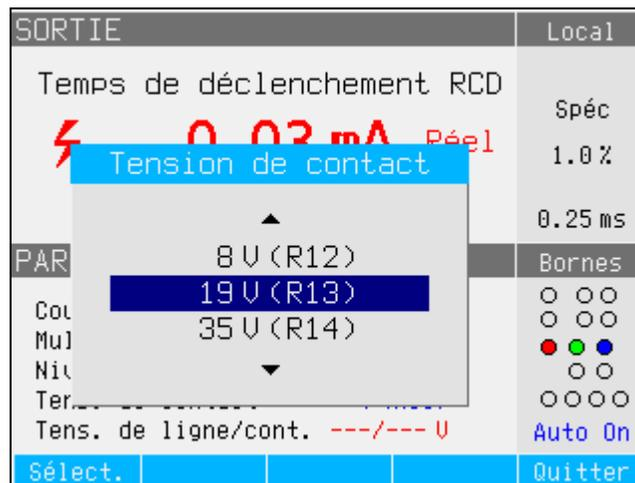

Figure 16. Tension de contact
La tension de contact représente la différence de tension entre les potentiels N et PE. Les appareils testés peuvent généralement mesurer cette tension et l'afficher comme valeur mesurée, ou détecter le franchissement du niveau de tension de sécurité (25 V à 50 V typiquement), avec une indication de cet événement. La tension de contact générée par le produit dépend de la résistance série sélectionnée et du courant de déclenchement nominal paramétré. Elle est détectée et affichée dans ce champ. Voir la Figure 16.
3. Appuyez sur **Exit** pour revenir à l'écran principal d'étalonnage du disjoncteur différentiel. Voir la Figure 16.